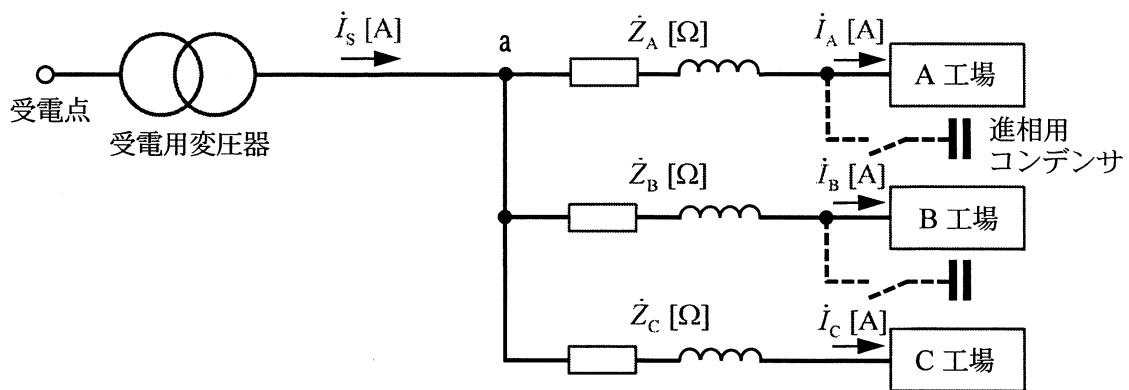

図2
(6) 図2に示すような配電系統があり、受電用変圧器から三相3線式の高圧配電線によってA、B及びCの3工場に電力が供給されている。各工場までの配電線の1相当りのインピーダンスは、 $\dot{Z}_A = 0.15 + j0.1 [\Omega]$ 、 $\dot{Z}_B = 0.24 + j0.1 [\Omega]$ 及び $\dot{Z}_C = 0.2 + j0.15 [\Omega]$ であり、その他の配電線のインピーダンスは無視できるものとする。